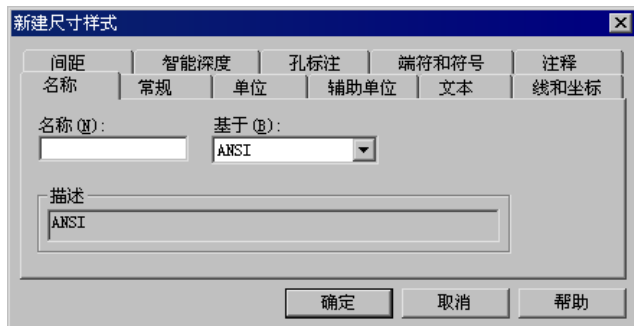

图 8.3.15 “新建尺寸样式”对话框
Step2. 在“样式”对话框中**样式类型(T):**区域选择**尺寸**选项，然后单击**新建(N)...**按钮，系统弹出图 8.3.15 所示的“新建尺寸样式”对话框。